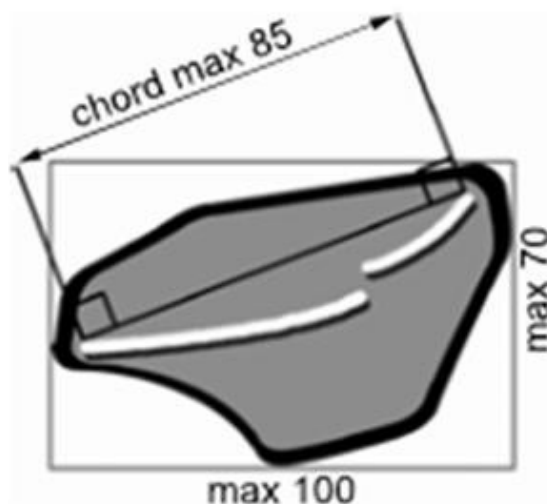

Figura 8: Ingombro laterale massimo spoiler posteriore
- lunghezza massima della corda 85,0 mm (si veda la Figura 8).